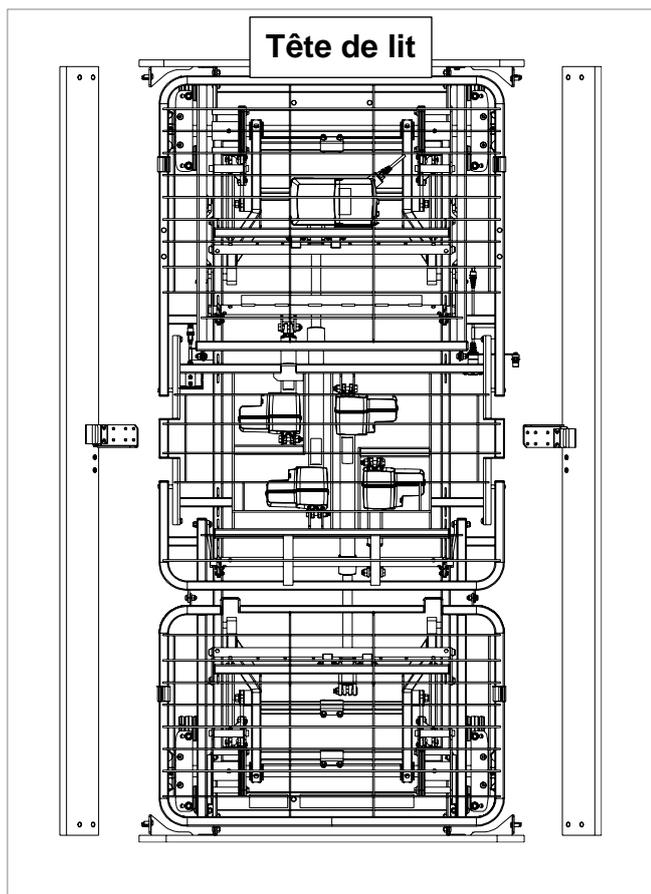
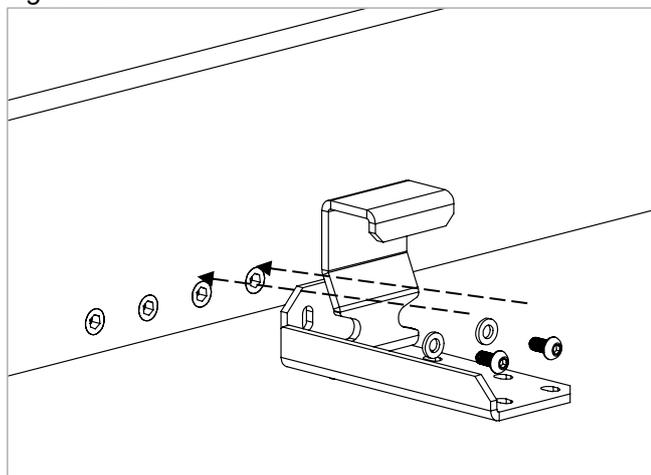

Figure 9.4
Figure 9.5
6. Montez le support central assemblé sur le panneau latéral. Il y a deux jeux de trous de fixation sur chaque panneau latéral, selon le côté du lit sur lequel le panneau latéral est installé, comme illustré dans Figure 9.4. Fixez le support à l'ensemble de trous les plus proches de la tête de lit à l'aide des boulons M6 x 20 et des rondelles M6, comme illustré dans Figure 9.5. Serrez les boulons à l'aide de la clé Allen de 4 mm.